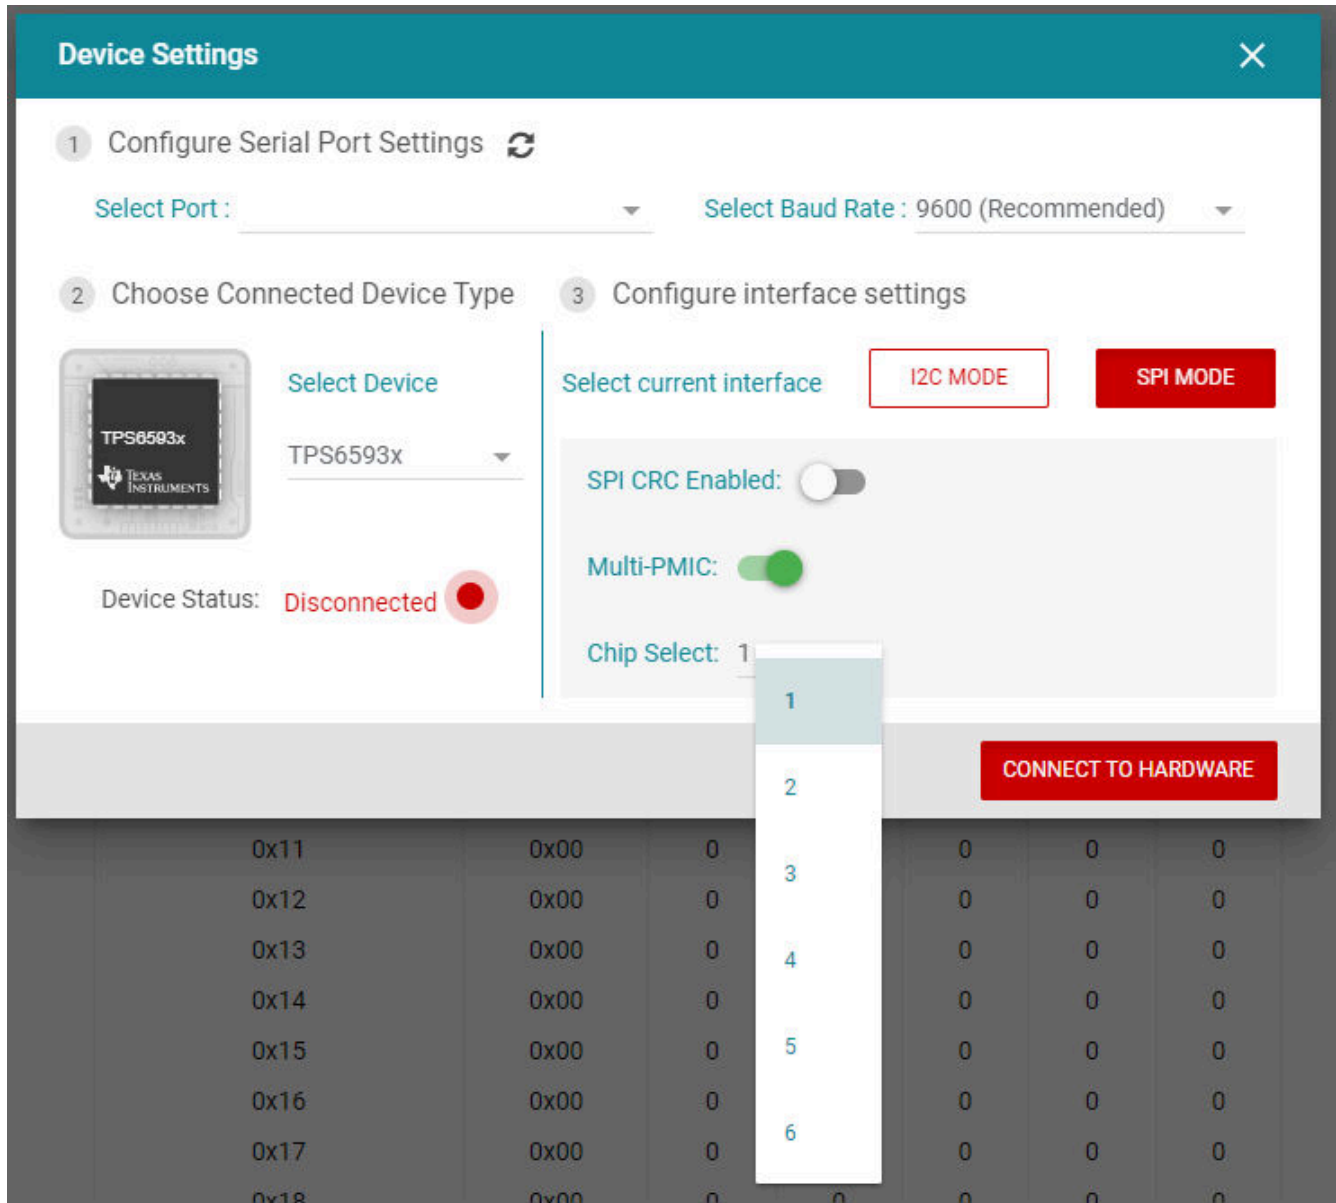

图 5-9. SPI 多 PMIC 芯片选择
最新的 AEVM 控制器固件将通过提供单个芯片选择 (CS) 控件来支持多 PMIC 操作。如图 5-9 中所示，在主要/辅助配置中最多可级联 6 个 PMIC，并且与每个器件的通信由芯片选择控制。表 5-1 显示了与 AEVM GPIO 的关系。